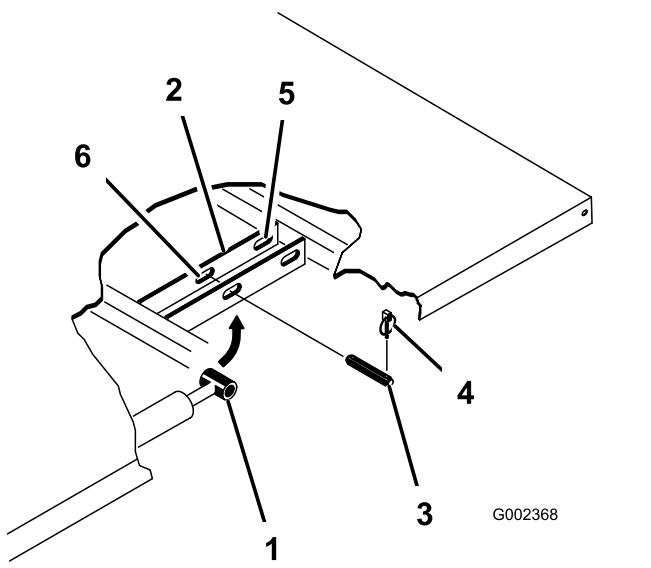

图23
- 从油缸杆柱销的外端取下保险销图23。
- 向内推动柱销卸下将油缸杆端固定到货斗安装板上的柱销图23。
- 卸下将枢轴支架固定到机架槽上的保险销和柱销图23。